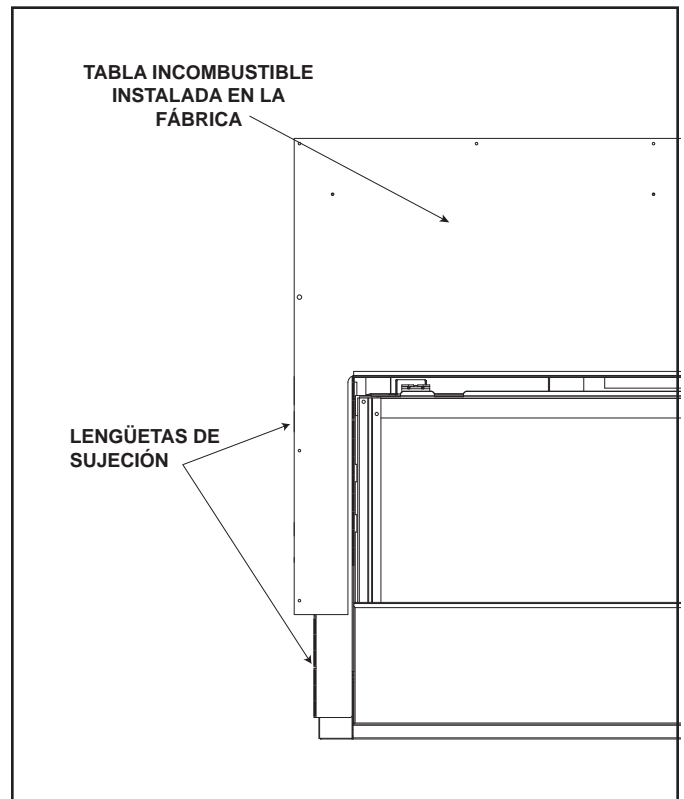

Figura 13.1 Posicionamiento de las lengüetas de sujeción
1. Doble las dos lengüetas de sujeción hacia afuera hasta alcanzar un ángulo de 180 grados. No ajuste los espaciadores frontales. Consulte la Figura 13.1.